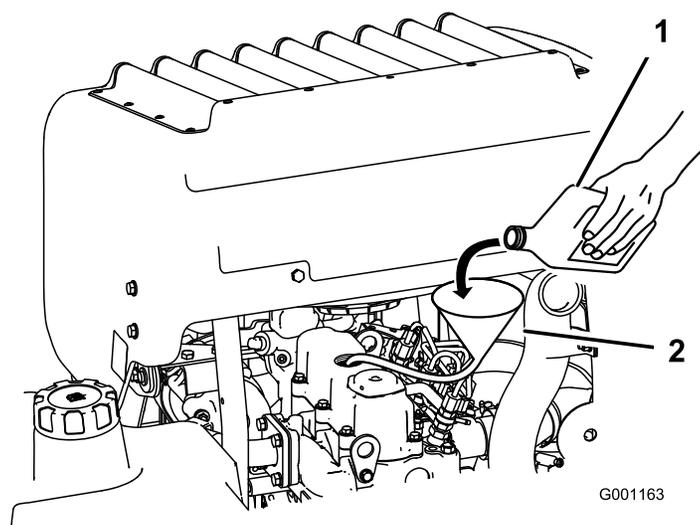

**Figure 55**
6. Retirez le bouchon de remplissage d'huile en haut du moteur (Figure 55).
2. Remettez le bouchon de remplissage et la jauge en place (Figure 55).